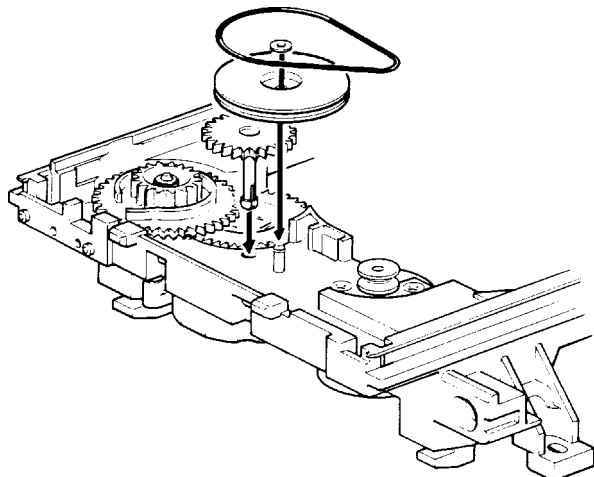

Fig. 12
- Antriebsriemen und Zahnräder (Fig. 12) können nun abgenommen werden.
- Belt and toothed wheels can be removed now (Fig. 12).